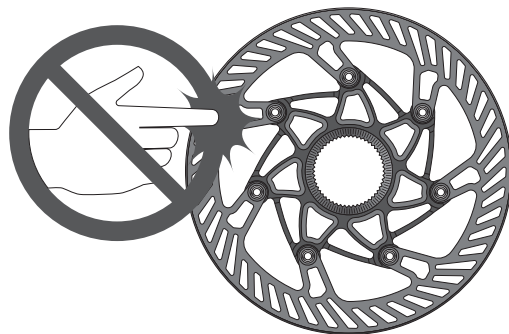

図1
- ・ 自転車が止まった状態でも、決してディスク・ブレーキ・ローターに手を触れないでください。ローター自体が非常に高温になることがあり、深刻な火傷を負う可能性があります。走行中のローターは非常に鋭利な状態になり、ローターの隙間に指を入ると重大な身体損傷の原因になることを、十分に認識してください（図1）。